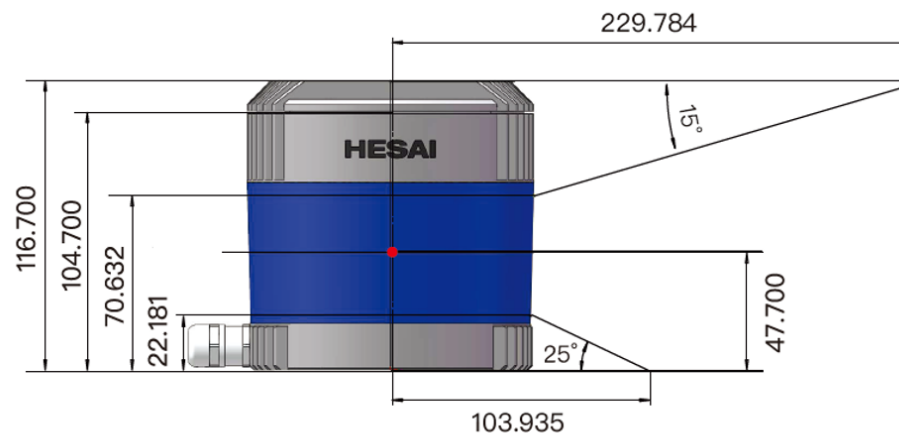

图 5. 激光器发光位置 (单位: mm)
- 坐标原点的准确位置标记为 图 5 中的红点，测量数据均以坐标原点为基准。